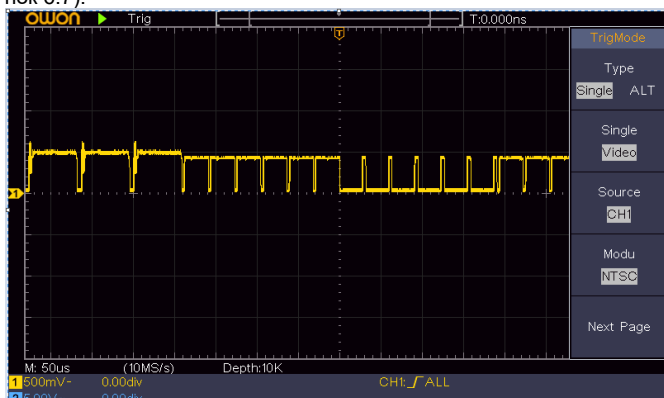

Рисунок 6.7. Осциллограмма, сформированная при запуске по синхроимпульсу кадра видеосигнала
- 7) Поворотом регуляторов «Scale» и «Position» в поле управления вертикальной (**Vertical**) и горизонтальной (**Horizontal**) системами приведите осциллограмму к оптимальному виду (см. рисунок 6.7).